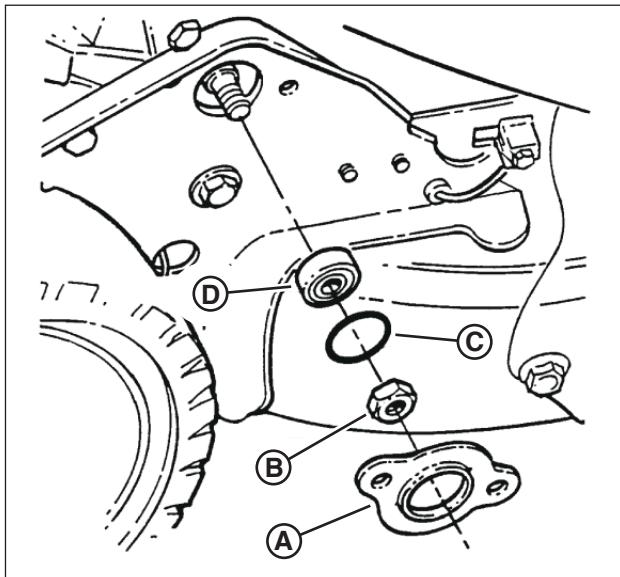

Figure 32 : Remplacer le palier d'arbre hex
2. Enlever le contre-écrou hex 3/8 po (**B**, Figure 32), situé sur l'extérieur du support de roue droite.